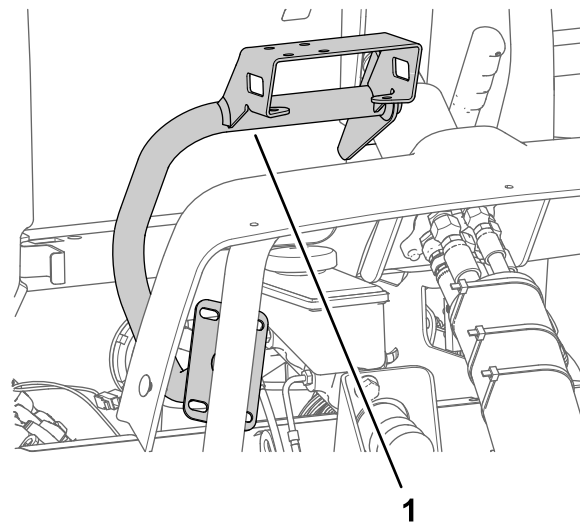

Рисунок 169
1. Установите крепление монитора на машину, как показано на Рисунок 169.